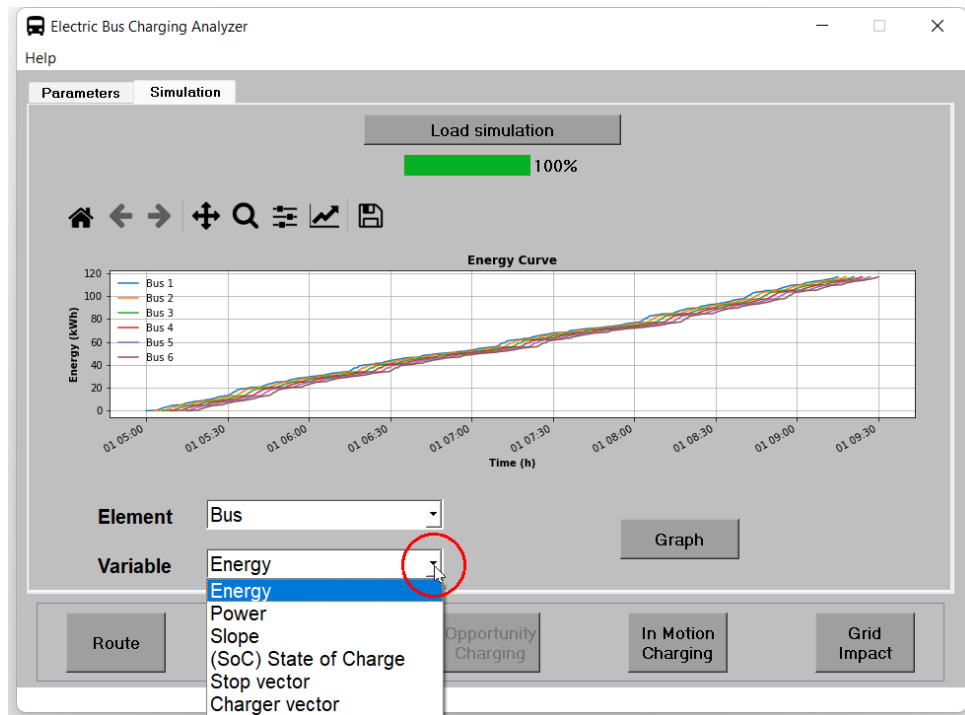

Figura 43: Seleccionar otra variable para gráfica.
5. Se puede visualizar otra variable, seleccionándola en la lista desplegable como se muestra en figura 43.